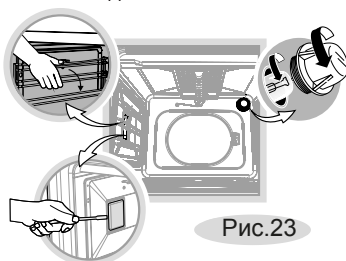

Рис.23
- нажмите на верхний прутوك направляющей до выведения ее из зацепления с упором (рис.23),
- Открутите стеклянный плафон или снимите плафон бокового освещения предварительно сняв проволочную направляющую (рис.23).